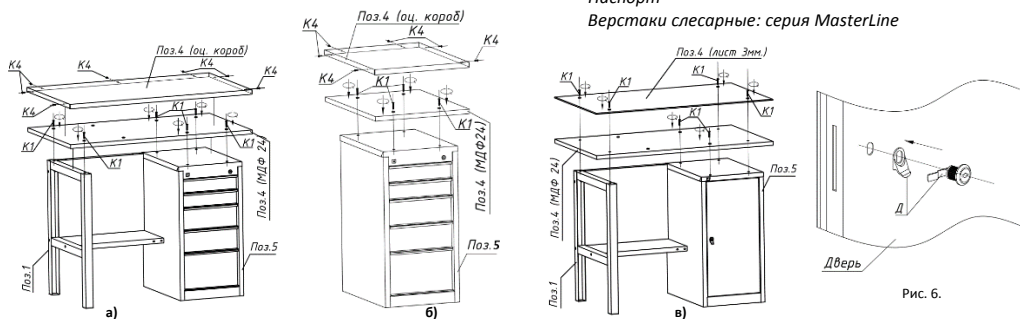

Рис. 5. Крепление столешниц согласно её типу: а – столешница оцинкованная, тип С1; б – мини столешница оцинкованная, тип С2; в – столешница стальная, тип С3.
- Для столешниц типа C1 и C2 предварительно выкрутить саморезы K4 из штатных мест, аккуратно снять Короб оцинкованный. Прикрепить Плиту МДФ24 мм. поз. 4 к Опорам (Тумбам) винтами K1. Аккуратно надеть Короб на Плиту МДФ24 и установить саморезы K4 обратно в штатные места (см. рис. 5, а и б). Для столешниц типа C3, вначале крепится Плита МДФ 24 мм. (поз. 4) к Тумбам винтами (K1) 4 шт., в отверстия с зонковой расположенные ближе к середине Плиты МДФ24 мм. (для Опора операция не актуальна). Наложить Лист стальной 3 мм. на Плиту МДФ 24 мм. и прикрепить к Опорам (Тумбам) винтами K1, через отверстия по краям (см. рис. 5, в).